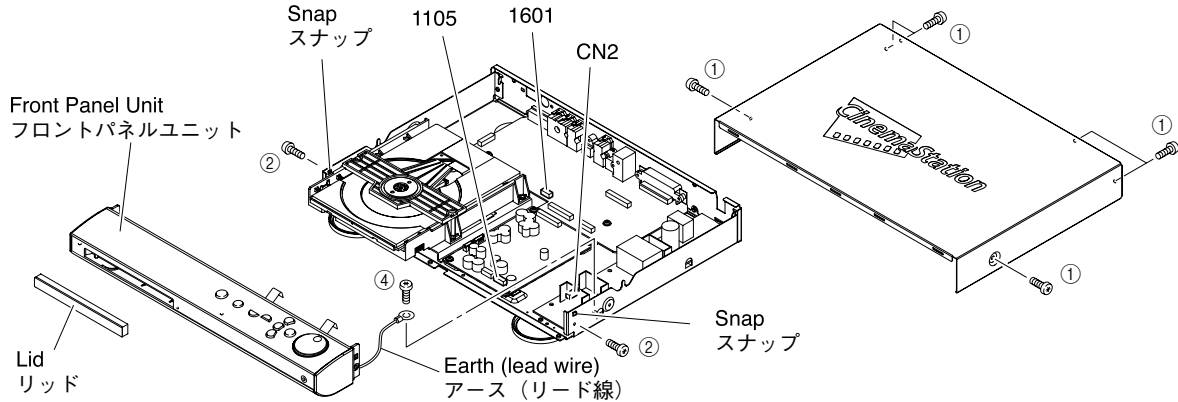

Fig. 1
- Remove 6 screws (①). (Fig. 1)
- ①のネジ6本を外します。(Fig. 1)
- Remove connectors 1105, 1601 and CN2. (Fig. 1)
- Remove 2 screws (②) and 3 screws (③). (Fig. 1, 2)
- Remove 1 screw (④) and then remove the earth (lead wire). (Fig. 1)
- コネクタ1105、1601、CN2を外します。(Fig. 1)
- ②のネジ2本、③のネジ3本を外します。(Fig. 1、2)
- ④のネジ1本を外し、アース(リード線)を外します。(Fig. 1)